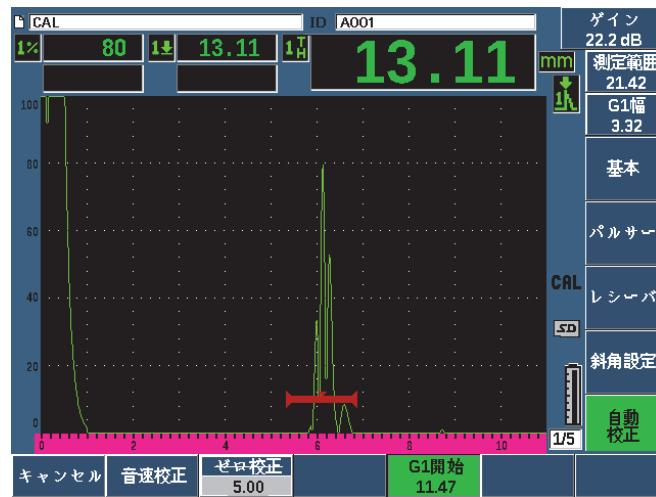

図 3-15 ゲート 1 スタート
11. 2ND F、自動 XX% キーで、欠陥指示を 80 %FSH に移動します（77 ページの図 3-15 参照）。